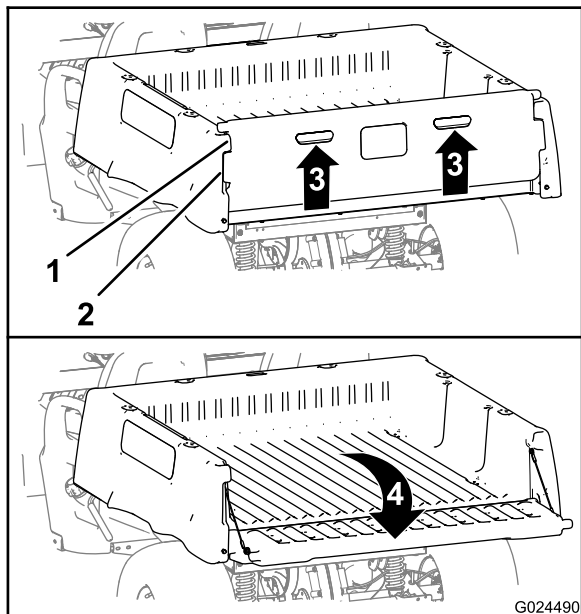

Рисунок 11
2. Поднимите захваты на задней панели откидного борта (Рисунок 11).
3. Совместите фиксирующие фланцы заднего откидного борта с отверстиями, расположенными между фланцами грузового кузова, предназначенными для откидного борта (Рисунок 11).
4. Поверните откидной борт назад и вниз (Рисунок 11).
6. Поверните откидной борт вверх и вперед так, чтобы фиксирующие фланцы откидного борта были заподлицо с его гнездом в грузовом кузове (Рисунок 11).
7. Опустите откидной борт до его посадки в задней части грузового кузова (Рисунок 11).